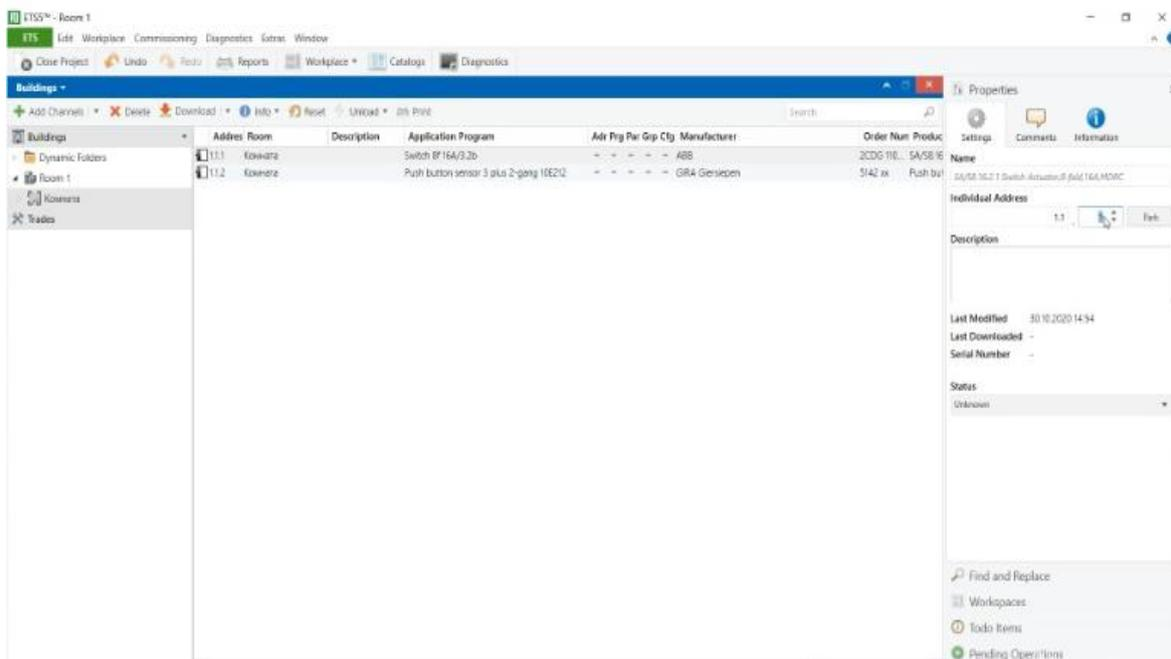

Рисунок 4 – Присвоение индивидуальных адресов
5. Присваиваем актуатору и рум-контроллеру индивидуальные адреса (рис. 4).